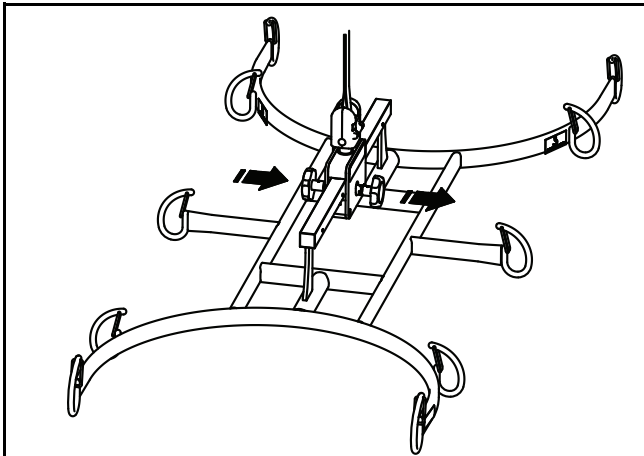
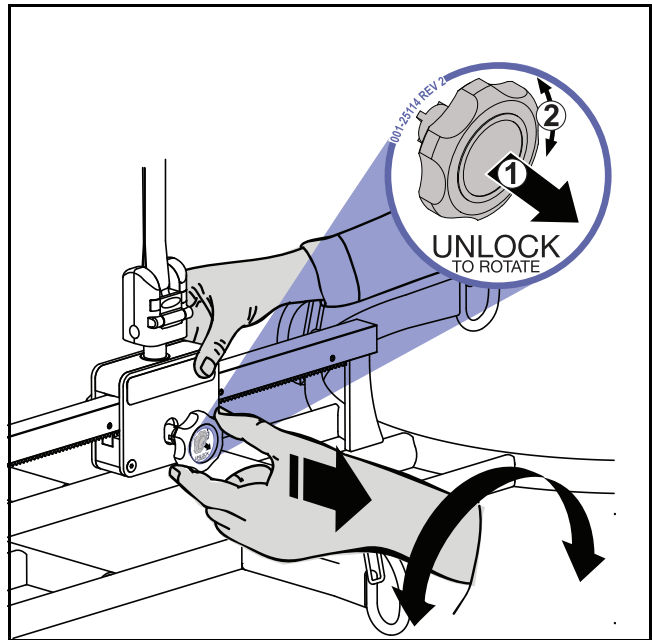

Fig. 8
Fig. 9
- 3) Para ajustar el bastidor de la camilla, tire o presione los mandos (dependiendo del que se haya seleccionado) contra la presión del muelle para proceder al acoplamiento (consulte la Fig. 8) antes de su rotación (consulte la Fig. 9).